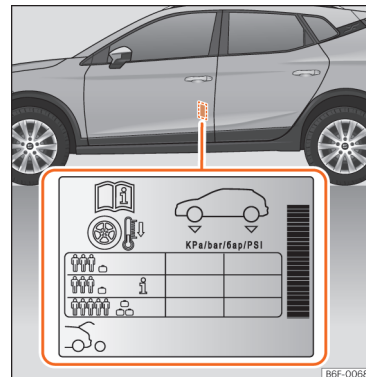

Abb. 187 Einbauort des Aufklebers für den Reifenfülldruck.
- Passen Sie bei größerer Zuladung den Reifendruck entsprechend an »» (Abb. 187).
Die Angaben zum Reifenfülldruck befinden sich auf dem Aufkleber an der Fahrertürsäule »» (Abb. 187).
fülldruck entsprechend dem auf dem Reifenfülldruck-Aufkleber angegebenen maximalen Wert erhöht werden »» (Abb. 187).
Füllen Sie bei einem minimierten Notrad (125/70 R16 oder 125/70 R18) auf einen Druck von 4,2 bar, gemäß Angabe auf dem Aufkleber mit den Reifendruckwerten »» (Abb. 187).
Je nach Fahrzeug kann der Reifenfülldruck auf halbe Last eingestellt werden, um den Fahrkomfort zu verbessern (Reifenfülldruck i »» (Abb. 187)). Beim Fahren mit Komfort-Reifendruck kann sich der Kraftstoffverbrauch leicht erhöhen.
- Der Fahrer ist verantwortlich für den richtigen Reifenfülldruck an allen Reifen am Fahrzeug. Der empfohlene Reifenfülldruck befindet sich auf einem Aufkleber »» (Abb. 187).
- Immer den richtigen Reifenfülldruck am kalten Reifen einhalten, wie auf dem Aufkleber angegeben »» (Abb. 187).